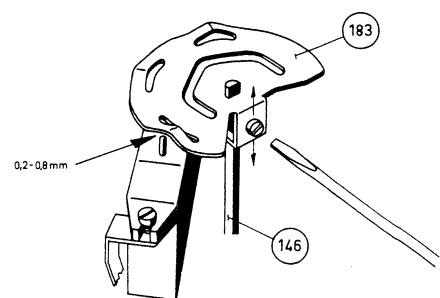

Bild 5
Die Schraube, mit der die Schaltscheibe 183 an der Achse des Schaltnockens 146 befestigt ist, losdrehen (Bild 5).
- 6) Die Schaltplatte 183 (Bild 5) muss so eingestellt werden, dass der Stift des Netzschalters in jeder "0"-Stellung 0,2 - 0,8 mm Spielraum in den Aussparungen der Schaltplatte hat. Dieses ist einstellbar, indem man die Höhe der Schaltplatte auf der Achse 146 entsprechend einstellt.